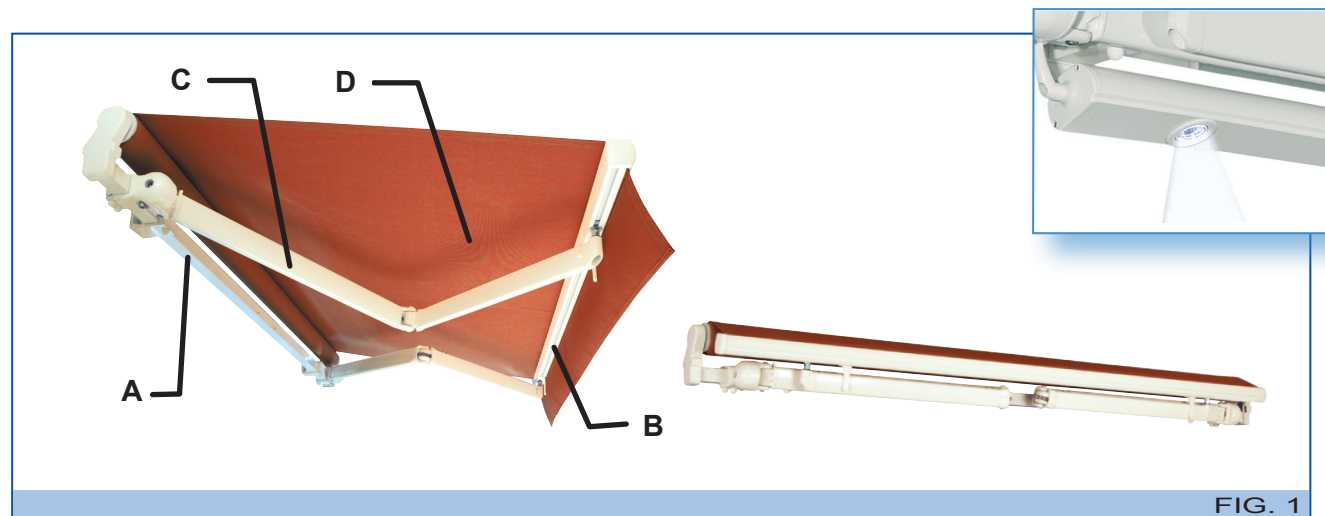

FIG. 1
- Structure métallique : elle constitue le châssis porteur qui contient les différents mécanismes pour les mouvements d'ouverture et fermeture du store. Il comprend un tube enrouleur, une barre carrée (A - Fig. 1), une barre de charge (B - Fig. 1), des bras extensibles mécaniques (C - Fig. 1) équipés de câbles gainés ou d'une chaîne en acier inox.
- Toile (D - Fig. 1) : c'est elle qui exerce la fonction de couverture et protection du soleil.
L'ouverture et la fermeture du store s'effectuent à l'aide de la manivelle (A - Fig. 1) et d'un treuil (B - Fig. 1).